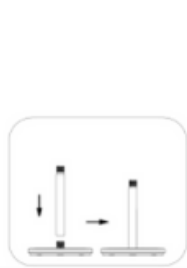

Fig. 1
1. Aliniați un capăt al filetului interior al oricărei coloane de suport cu filetul exterior al carcasei, introduceți-l, apoi rotiți în sensul acelor de ceasornic pentru a strânge partea de jos. Folosind piulițele cu fluturi, atașați baza la corpul ventilatorului principal (Fig. 1).